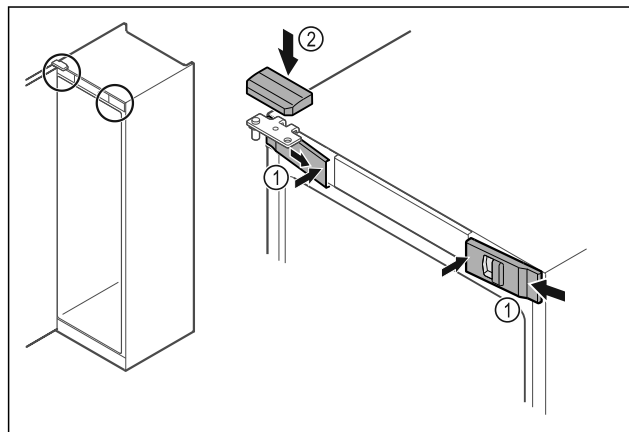

Fig. 33
- ▶ Zaháknite predné kryty Fig. 33 (1) naboku a zaistite ich vnútri.
- ▶ Zaistite horný kryt Fig. 33 (2) zhora.